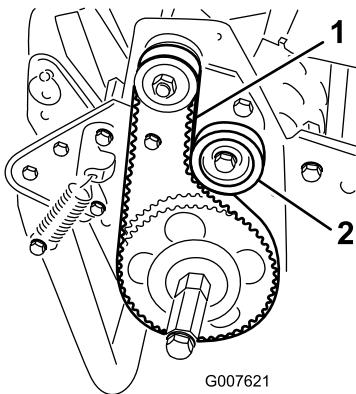

Figura 38
2. Controllate la tensione premendo la cinghia al centro tra le pulegge (Figura 38) con una forza di 18–22 N.
- Allentate il dado di fissaggio della puleggia tendicinghia e ruotate la puleggia in senso orario verso il retro della cinghia, fino a ottenere la tensione desiderata (Figura 38).